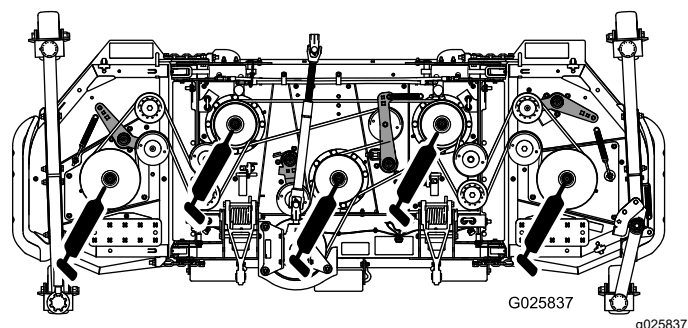

Рисунок 23
- Подшипники вала шпинделя (5 мест) (Рисунок 23)